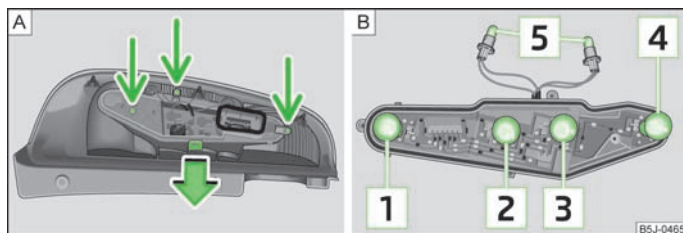

Abb. 152 Leuchtenmitterteil ausbauen / Glühlampenordnung
Glühlampenordnung in der Rückleuchte » Abb. 152.
- › Um die Glühlampen zu erreichen, den Leuchtenmittelteil abschrauben und die Verrastung abdrücken » Abb. 152 - [A].
- › Die defekte Glühlampe [1], [2], [3] oder [4] » Abb. 152 aus der Fassung herausnehmen und eine neue Glühlampe einsetzen.